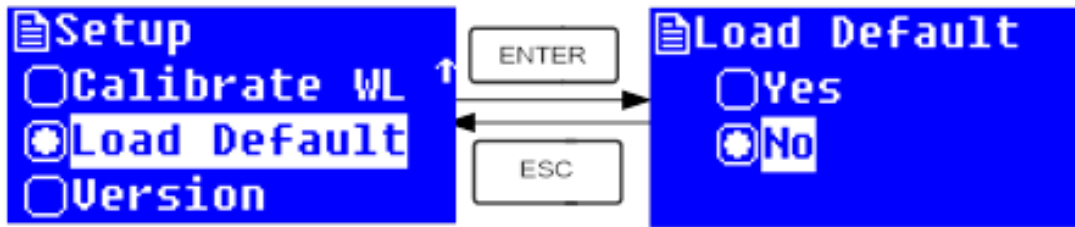

Figura 30
2. Use las teclas **▲** o **▼** para seleccionar “Load Default” en el menú (figura 30) y presione **ENTER**.